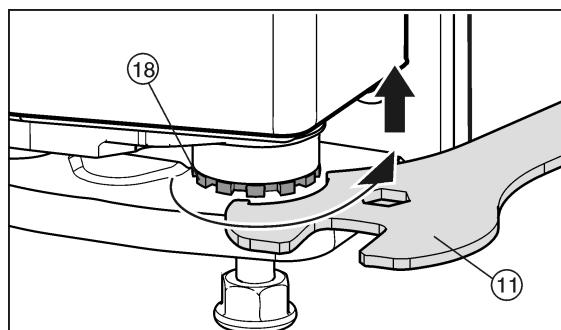

Fig. 31
- Para levantar la puerta, desenrosque hacia la derecha el perno de cojinete *Fig. 31 (18)* con la llave de boca *Fig. 31 (11)* suministrada. El perno de cojinete se entrega completamente enroscado.